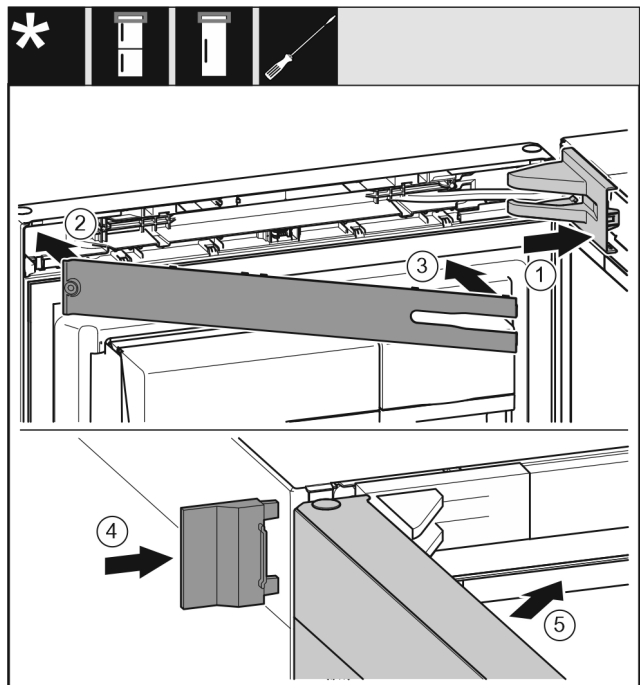

Fig. 25
- ▶ Lagerbockabdeckung aufsetzen und einrasten, ggf. vorsichtig auseinanderdrücken. Fig. 25 (1)
- ▶ Blende aufsetzen. Fig. 25 (2)
- ▶ Blende einschwenken und einrasten. Fig. 25 (3)
- ▶ Äußere Abdeckung aufschieben. Fig. 25 (4)
- ▶ Obere Tür schließen. Fig. 25 (5)